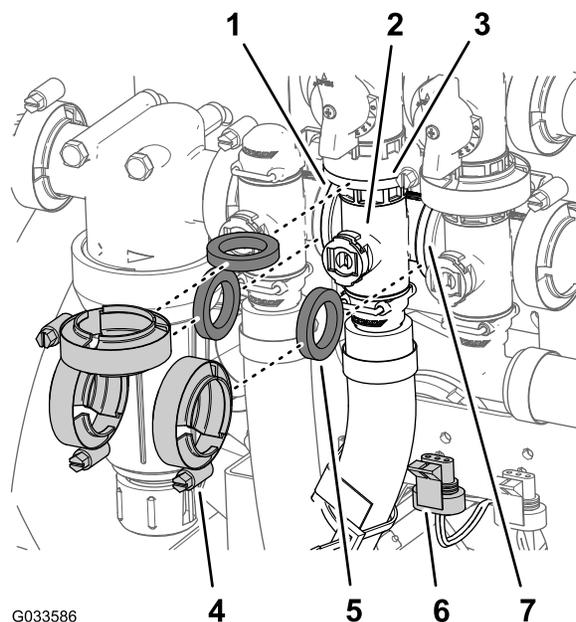

Рисунок 100
- Снимите три фланцевых хомута и три прокладки, которые крепят коллектор клапана перемешивания (Рисунок 100) к